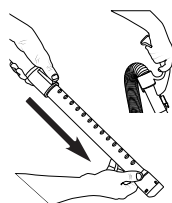

Fig. 2
2. Extienda la varilla pulsando el botón hacia delante y tirando de la varilla más pequeña hacia fuera de la varilla más grande (Fig.2).